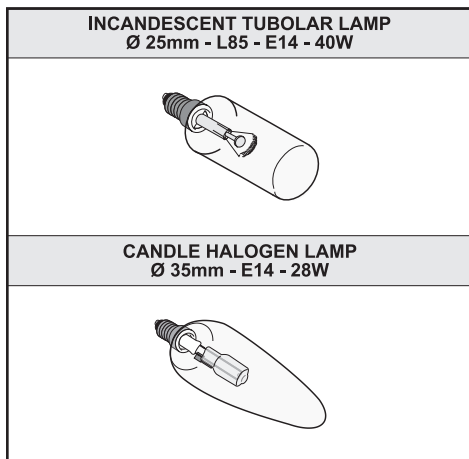

Fig.8
• Remplacement des ampoules à incandescence/halogènes (Fig.8):